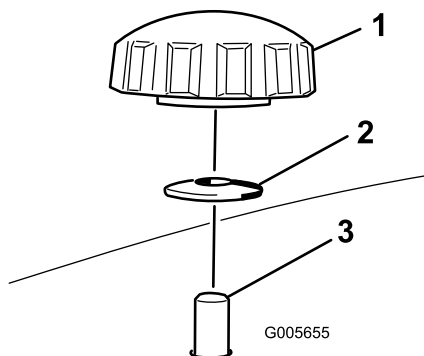
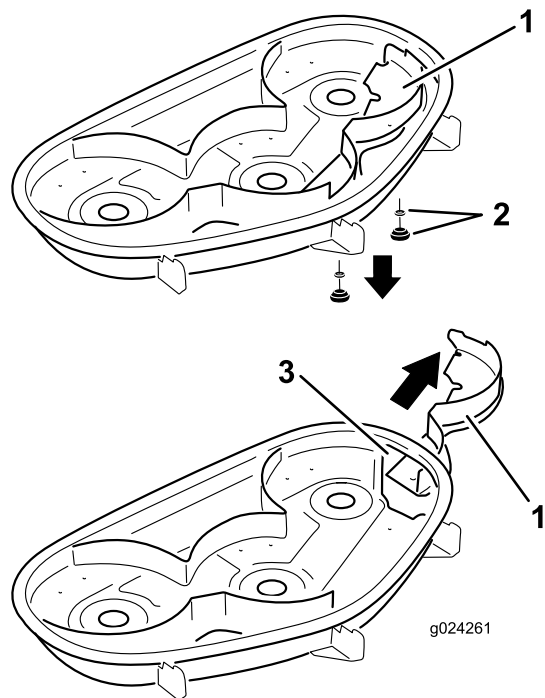

Figure 23
Figure 24
4. Retirez les 2 boutons et rondelles bombées qui fixent le déflecteur droit au plateau de coupe (Figure 23).
5. Déposez le déflecteur droit et abaissez le déflecteur d'herbe sur l'ouverture d'éjection, comme montré à la Figure 23 et la Figure 24.
5. Insérez le déflecteur droit sous le plateau de coupe et fixez-le en place avec 2 boutons et les rondelles bombées (face concave vers le plateau de coupe) comme montré à la Figure 23 et la Figure 24.